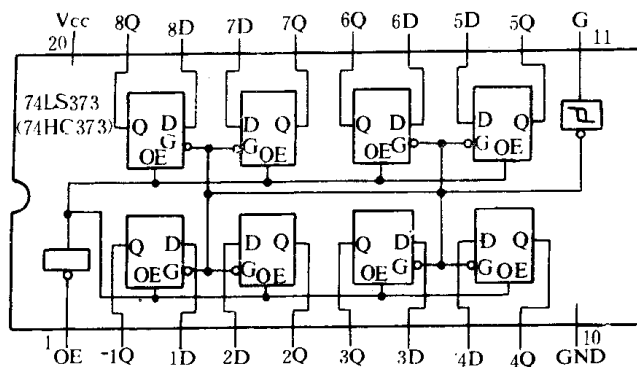

图 3.4.4 74LS373 内部结构图
图象处理器电路中使用的 74LS373 芯片是一块八 D 锁存器电路,图 3.4.4 是它的结构图,管脚① $\overline{OE}$ 端为输出允许控制端,低电平有输出,高电平禁止输出。由于游戏机中此管脚直接接地,故它始终处于有效状态。管脚②G 端为锁存控制,低电平时为锁存,高电平时为直通。1D~8D 为数据输入端,1Q~8Q 为锁存输出端。表 3.4.1 是 74LS373 的真值表。